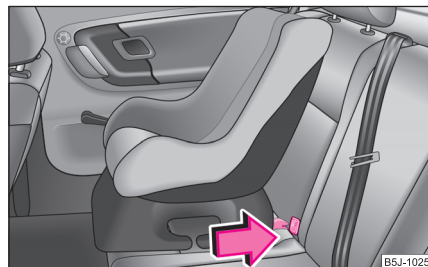

Fig. 132 Scaunul cu sistem ISOFIX se montează în dispozitivele de prindere existente.
- Împingeți brațele de fixare ale scaunului pentru copii prin elementele de prindere montate, în inele, până când se aude zgomotul specific de blocare ⇒ fig. 132.